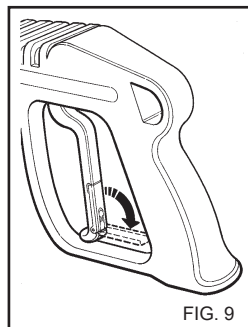

FIG. 9
nement (fig. 9).
- Quand le nettoyeur haute pression n'est pas utilisé, fermer le dispositif de sécurité de la poignée.(fig. 9).